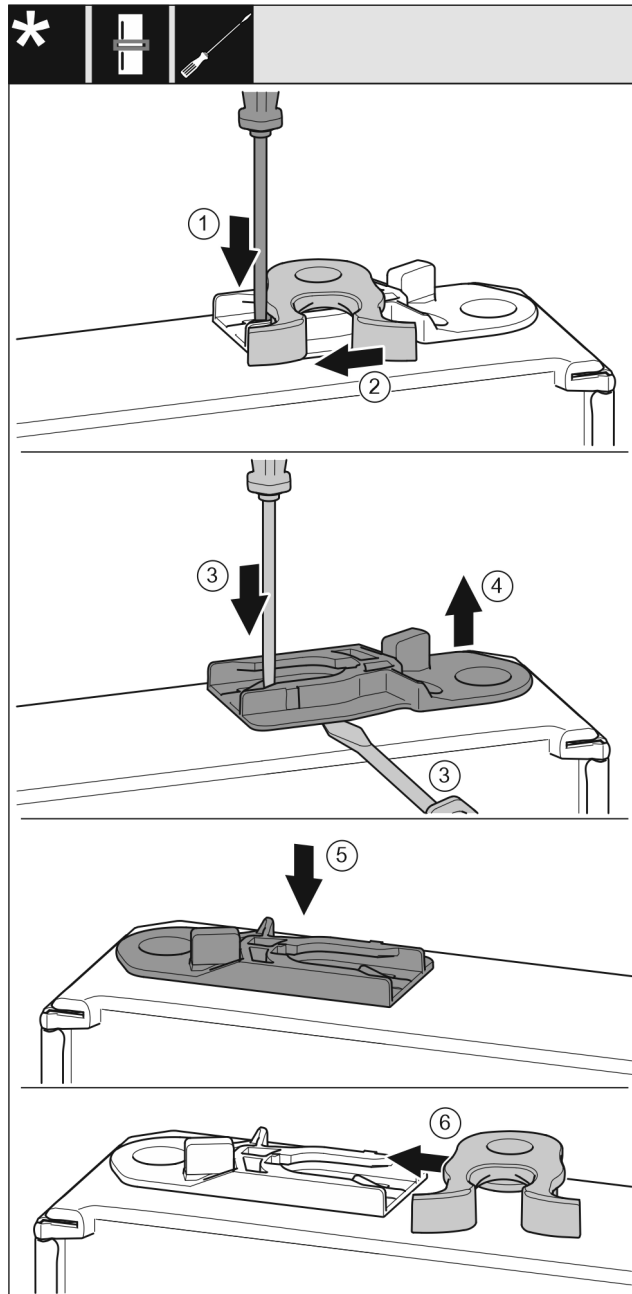

Fig. 17
- Shtypni për poshtë gjuhëzën me një kaçavidë me kokë petë. Fig. 17 (1)
- Nxirrni jashtë nga foleja udhëzuese grepat e mbylljes. Fig. 17 (2)
- Tërhiqni jashtë manikotën udhëzuese: Shtypni gjuhëzën me një kaçavidë me kokë petë dhe në të njëjtën kohë futni një kaçavidë me kokë petë poshtë manikotës udhëzuese. Fig. 17 (3, 4)
- Futni në anën tjetër të kasës manikotën udhëzuese të përfshirë në përmbajtjen e paketimit. Fig. 17 (5)
- Futni grepat e mbylljes në folenë udhëzuese. Fig. 17 (6)